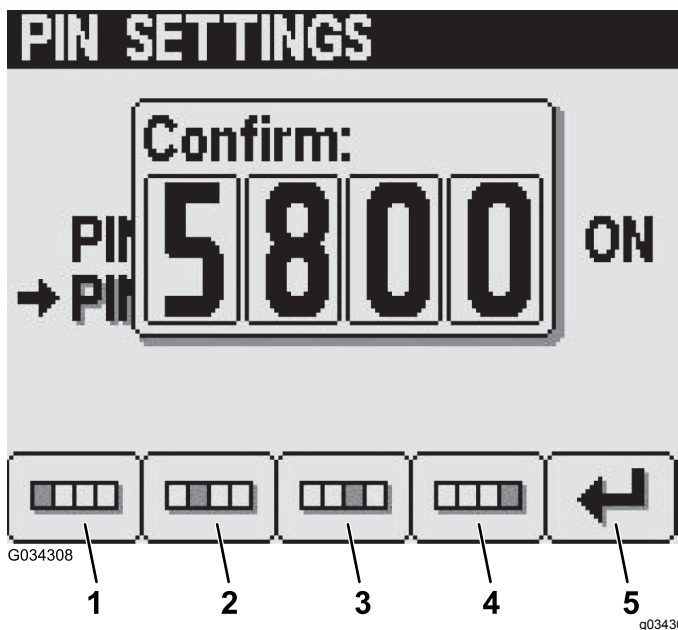

图37
6. 在 Confirm确认屏幕使用 1 号到 4 号按钮输入您的新 PIN 然后按 5 号按钮将该 PIN 输入 InfoCenter信息中心 图37。